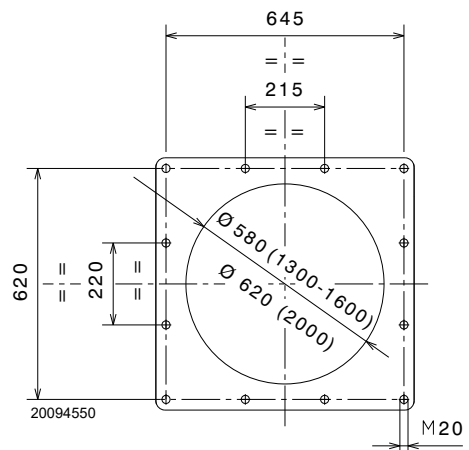

Abb. 13
Die Verschlussplatte der Brennkammer, wie in Abb. 13 durchbohren.
- Passen Sie den gesamten Brenner an der vorher vorbereiteten Kesselbohrung ein, wie aus Abb. 13 ersichtlich, und ziehen Sie die beigepackten Schrauben (mit einem Anzugsmoment von 250 ÷ 300 Nm) fest.